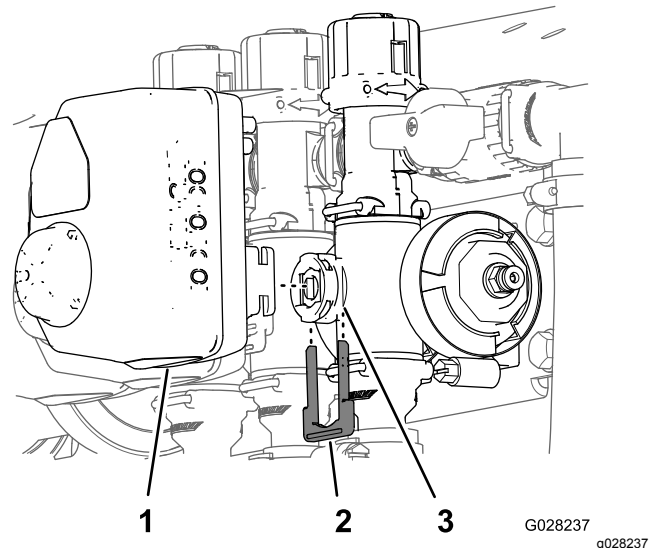

Figura 61
3. Retire la horquilla de retención que sujeta el actuador al distribuidor de control de caudal, agitación, maestra o de sección de los brazos (Figura 61).